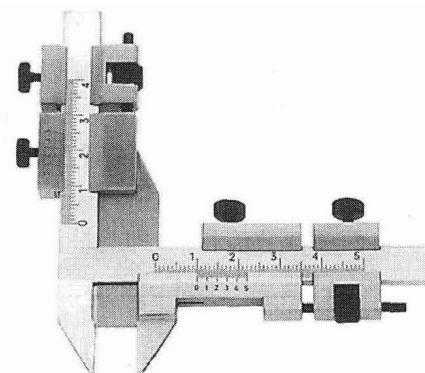

图 1.2-7 齿厚游标卡尺
④ 齿厚游标卡尺。如图 1.2-7 所示,用来测量齿轮(或蜗杆)的弦齿厚或弦齿高。